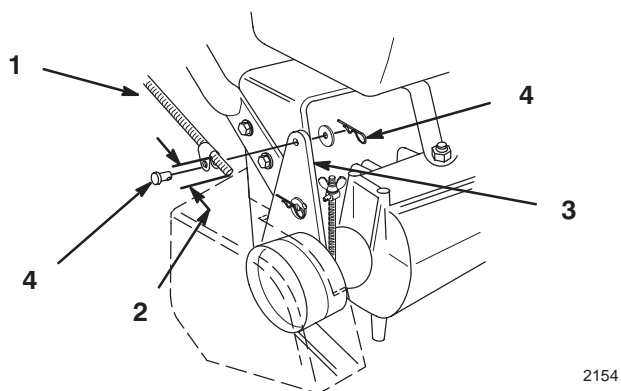
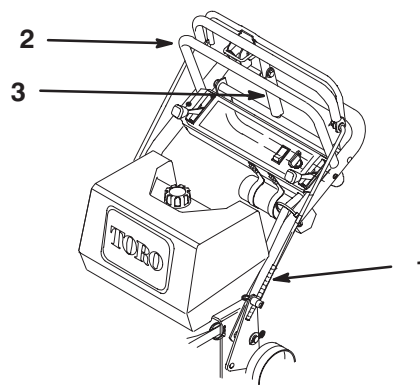

Abbildung 7
Abbildung 8
1. Auf jede Stange ein Anschlußstück auf eine Höhe von ca. 51 mm hochschieben (Abb. 7) oder so weit, bis der obere Fahrtriebshebel (Abb. 8) ungefähr senkrecht zum Boden ausgerichtet ist.
2. Die Enden der Anschlußstücke an die Befestigungsbohrungen in der Halteplatte (von außen) mit Sicherungsstift, Unterlegscheiben und Sicherungssplinten befestigen (Abb. 7).
3. Den Abstand zwischen dem oberen Fahrtriebshebel und dem oberen Holm kontrollieren, wenn die Radantriebsriemen ganz eingekuppelt sind. Der Abstand sollte etwa 25–32 mm betragen (Abb. 8).
5. Die Bremsstangen sollten so eingestellt werden, daß der Bremshebel eng an den oberen Holm hochgeschwenkt werden kann, während gleichzeitig der obere Fahrtriebshebel nach hinten gezogen wird. (Abb. 8).